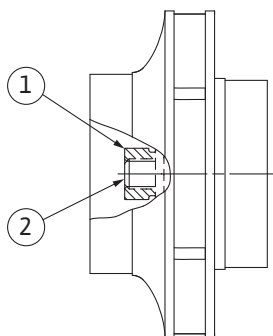

Fig. 107: Skovlmutterens korrekte posisjon etter montering
8. Hold fast akselen med skiftenøkkelen, og stram skovlmutteren med det foreskrevne tiltrekningsmomentet (se tabellen «Tiltrekningsmomenter» [► 28]). Mutteren (Fig. 107, pos. 1) må flukte med akselenden (Fig. 107, pos. 2) med  $\pm 0,5$  mm. Hvis så ikke er tilfelle, må mutteren løsnes og arbeidstrinn 4 – 8 foretas på nytt.
9. Fjern skiftenøkkelen og monter beskyttelsesplaten (Fig. I, pos. 27) igjen.